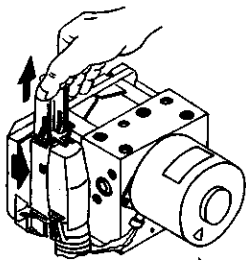

图 3-268 拔下 ABS ECU25
- 3) 从 ABS ECU 上拔下 25 端子插头, 如图 3-268 所示。